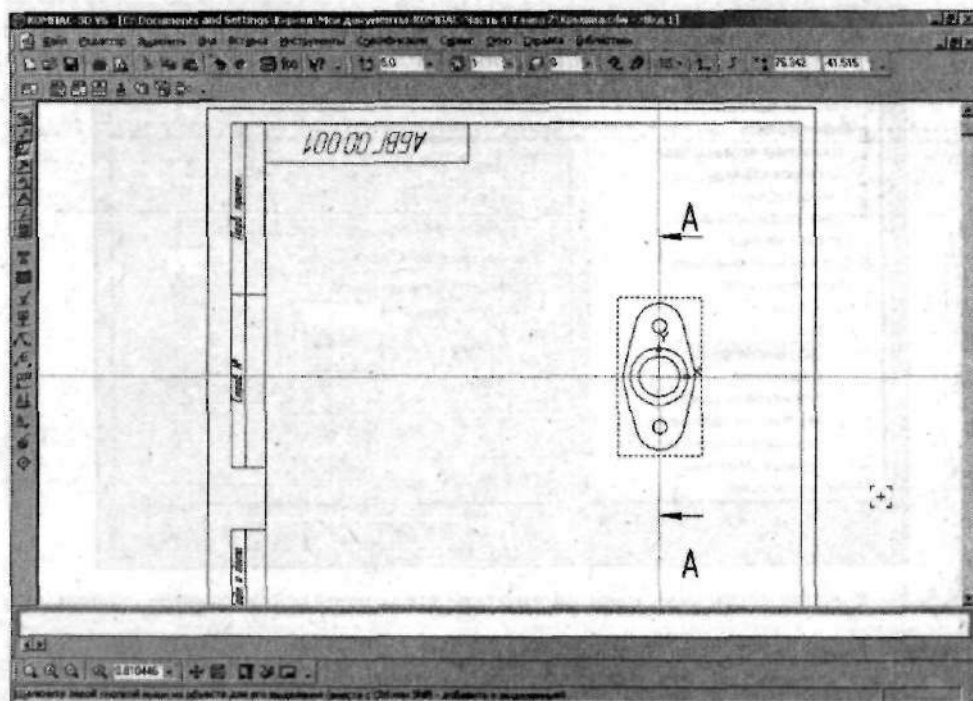

Рис. 4.10. Создайте линию разреза детали
11. Чтобы задать линию разреза, сначала щелкните мышью выше детали, а затем ниже так, чтобы сработали привязки к вертикальной вспомогательной прямой. На **Панели свойств** выберите соответствующее направление взгляда, после чего щелкните по кнопке  (Создать объект). Результат построения линии разреза представлен на рис. 4.10.